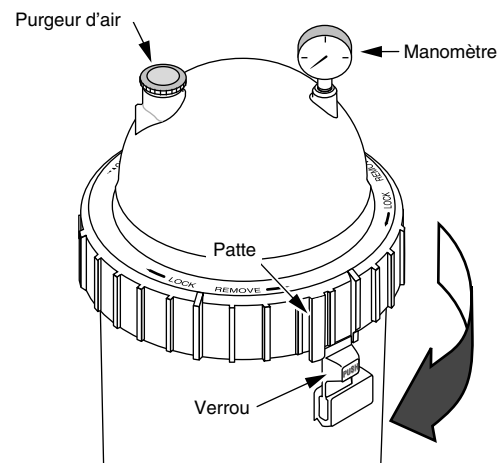

Figure 3 – Tourner la bague Posi-Ring^{MD} jusqu'à ce que la patte se verrouille derrière le verrou de sécurité.
1. Verrouiller en toute sécurité en place la bague Posi-Ring^{MD} en la tournant à DROITE, jusqu'à ce que l'on entende un « déclic », au-delà du verrou de sécurité (se reporter à la Figure 3). Arrêter de tourner la bague dès que l'on entend un déclic au-delà du verrou. Il se peut que la bague semble être légèrement desserrée, mais elle se serrera dès que la pompe fonctionnera et dès que le filtre sera mis sous pression.
2. Poser le manomètre et le purgeur d'air sur le couvercle du corps du filtre (se reporter à la Figure 3).
- C. Tourner la bague Posi-Ring^{MD} à droite jusqu'à ce qu'elle se verrouille, derrière le verrou de sécurité (se reporter à la Figure 3).